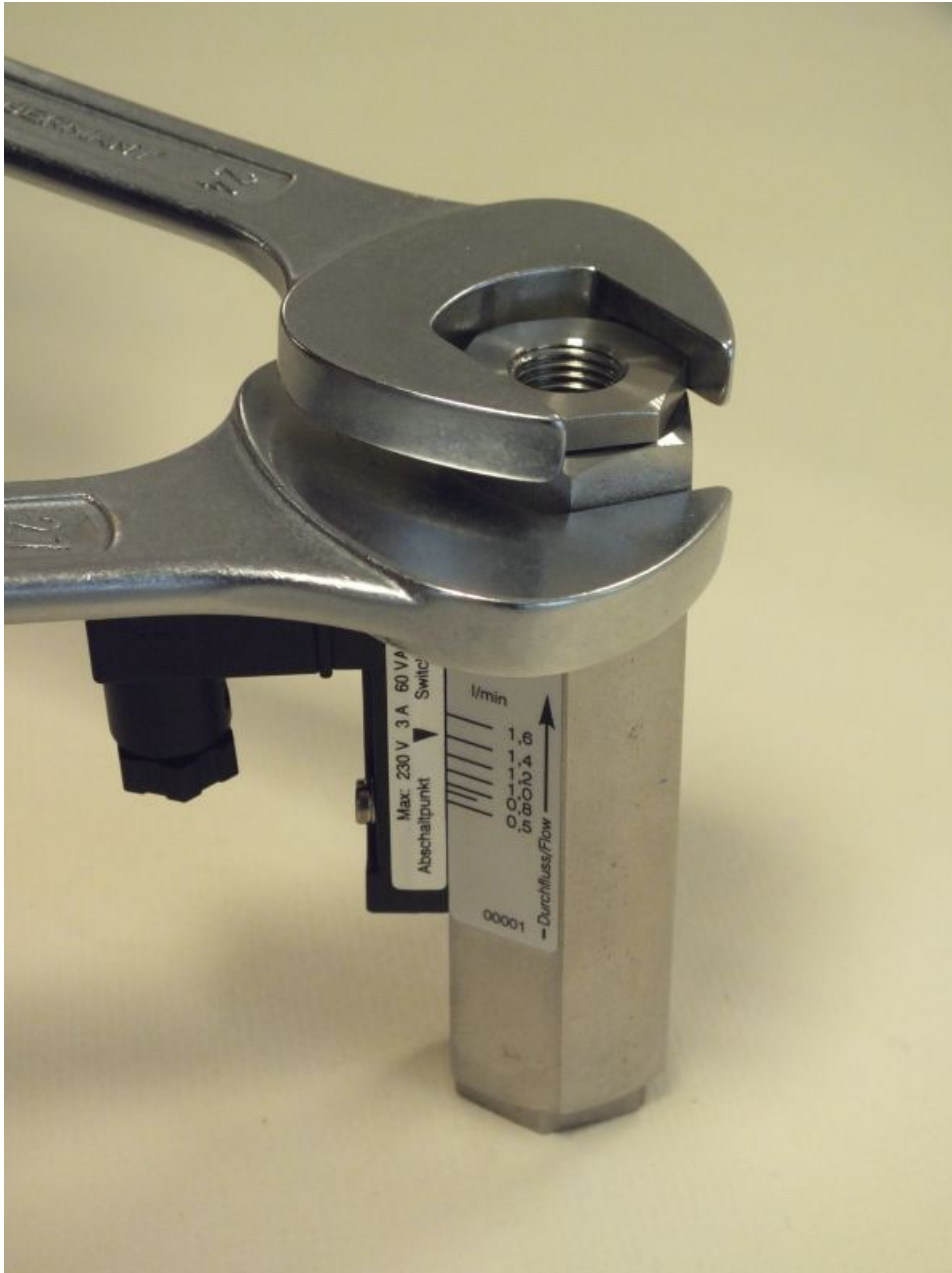

Abb. 35: Verschraubung (Ausgang) lösen
1. Die Verschraubung (Ausgang) (Abb. 35) mit passendem Mausschlüssel lösen. Den Gerätekörper hierbei mit passendem Mausschlüssel gegenhalten